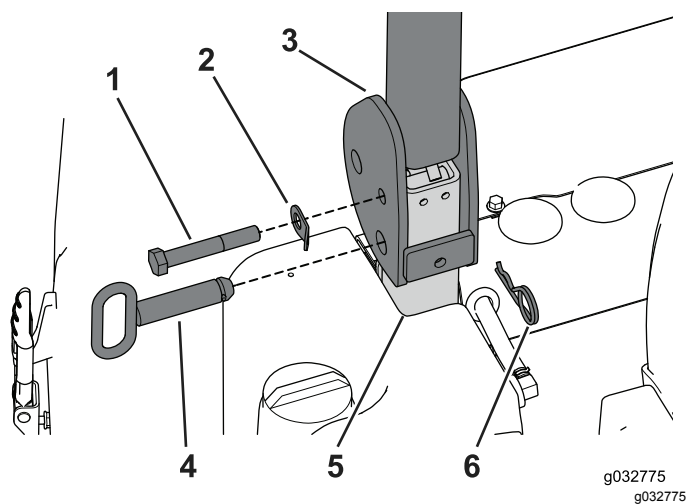

Figura 130
1. Alinhe os orifícios na barra de segurança com os orifícios do tubo inferior do ROPS (Figura 130).
2. Monte o parafuso da articulação e anilha de cordão nos orifícios superiores na barra de segurança e tubo inferior do ROPS e aperte o parafuso à mão (Figura 130).
4. Instale os pinos de bloqueio da articulação através dos orifícios inferiores na barra de segurança e tubo inferior do ROPS e aperte os pinos de bloqueio com os pernos de gancho (Figura 130).